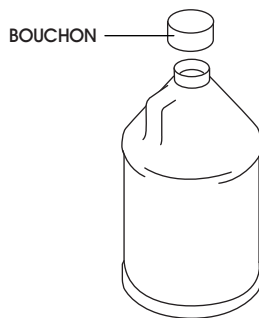

Figure 2
4. Scellez les bidons en vissant les bouchons sur les ouvertures en appliquant un couple de 1,9 à 2,9 Nm (17 à 26 lb-po). (Voir Figure 2)